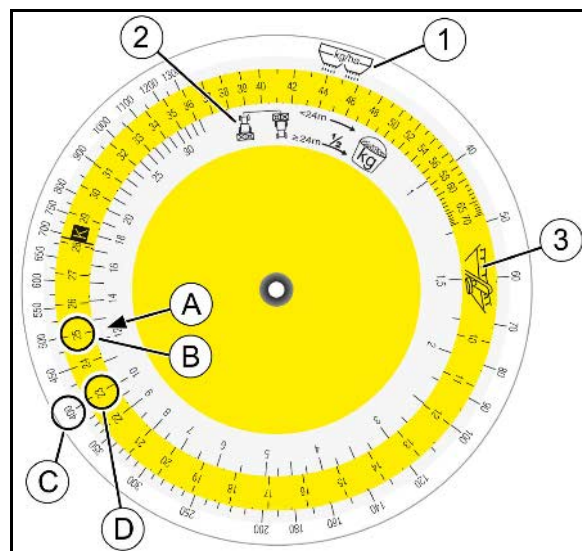

Fig. 63
Find talværdien (Fig. 63/2) for den opsamlede mængde [kg] på skalaen (A) og sæt den over hinanden ved hjælp af den valgte spjældstilling (B) til den farvede skala (Fig. 63/3).
3. Find den ønskede spredemængde (C) og aflæs den nødvendige spjældstilling (position) (D).